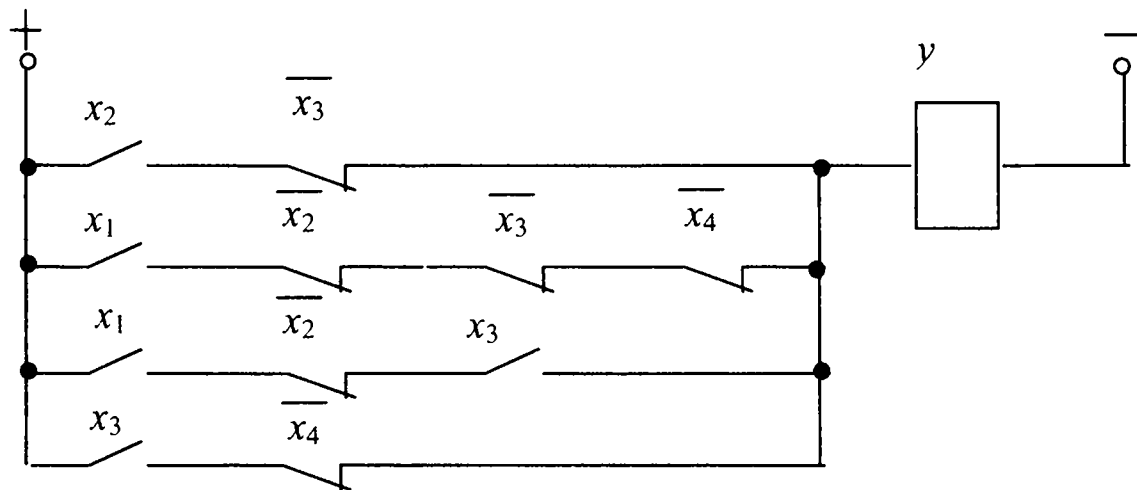
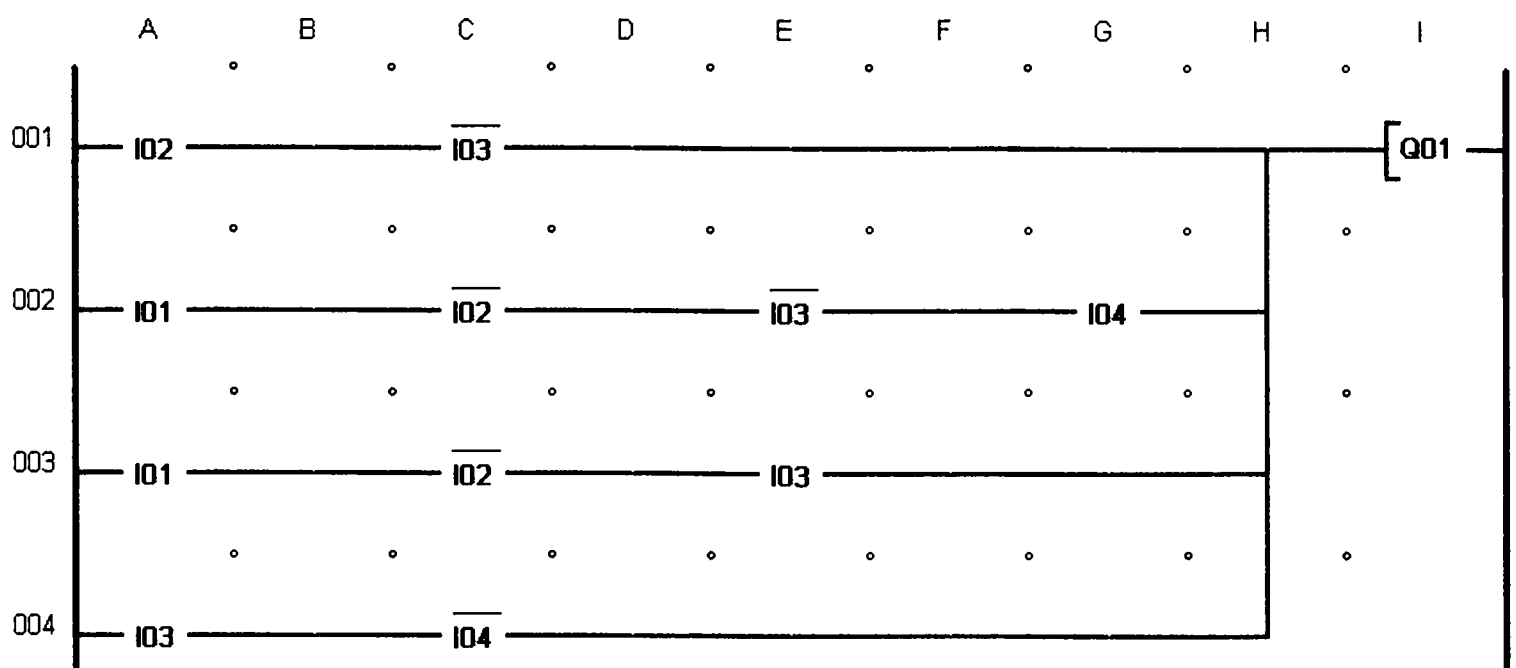

Рис. 1.5 Релейная схема управления
Рис. 1.8. Вид управляющей программы для реле «EASY»
По полученному уравнению синтезируем релейную схему управления (рис. 1.5)
1. Облегчение программирования, которое выполняется, как правило, в форме предварительно составленной релейной электрической принципиальной схемы. Задание программы ведут на клавиатуре ручного ввода в символах принципиальной релейной схемы путем нажатия на кнопки и последовательного выбора замыкающего или размыкающего контакта, катушки аппарата и т. п. В этом случае программирование может осуществлять цеховой обслуживающий персонал с минимальной специальной подготовкой в области программирования ЭВМ. При использовании специальных карт памяти, в которых записана схема соединений и настройки элементов, загрузка программы в программируемое реле и его запуск может выполняться персоналом без специальной подготовки. Программирование может осуществляться также с использованием специального компьютерного программного обеспечения с последующим переписыванием программы из компьютера в программируемое реле. Например, для реализации на программируемом реле «EASY» синтезированной выше схемы управления (рис. 1.5), управляющая программа составляется в виде, представленном на рис. 1.8.